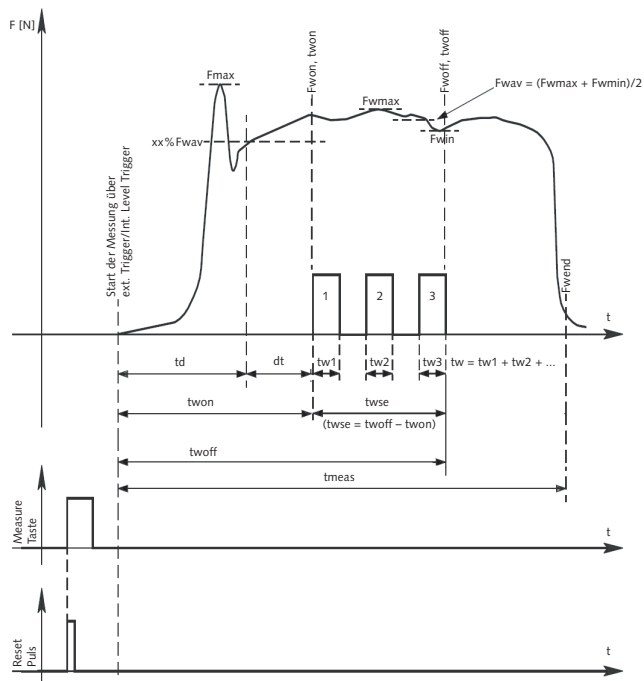

Bild 5: Auswertung Schweißkurve Impulsschweißen
- t_w** Dauer des Schweissvorganges (Weld Signal); beim Impulsschweissen die Gesamtzeit der Einzelpulse ohne Pausen (siehe Bild 5).
- t_{wse}** Gesamtzeit des Schweissvorganges beim Impulsschweissen (Gesamtzeit der Einzelpulse mit Pausen; siehe Bild 5).